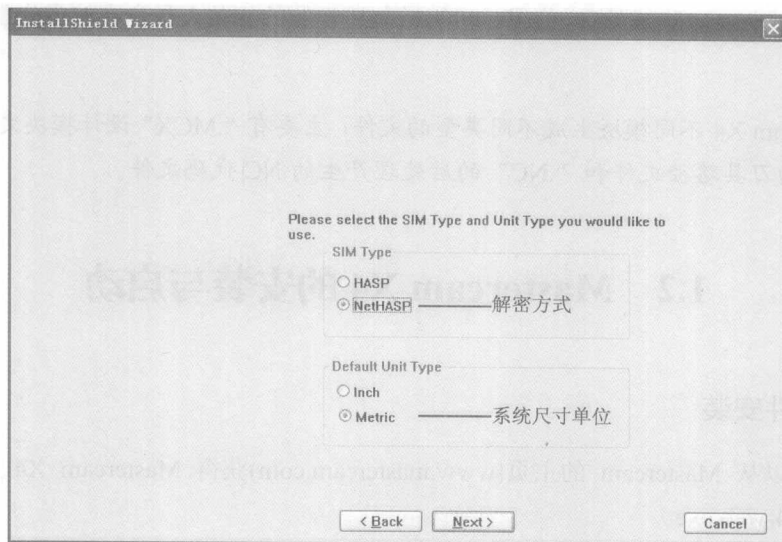

图 1-2 解密方式以及系统尺寸单位选择
(2) 用户按提示依次输入用户名、操作权限和安装路径后, 需要对软件运行的解密方式以及系统尺寸单位进行设置, 如图 1-2 所示。为了保护自身的知识产权不受侵犯, Mastercam X4 使用了加密措施, 这些信息可以从软件提供商处获得。用户可以根据需要,
(3) 在如图 1-2 所示的对话框中单击 Next 按钮进入下一步，系统将自动完成软件的安装。